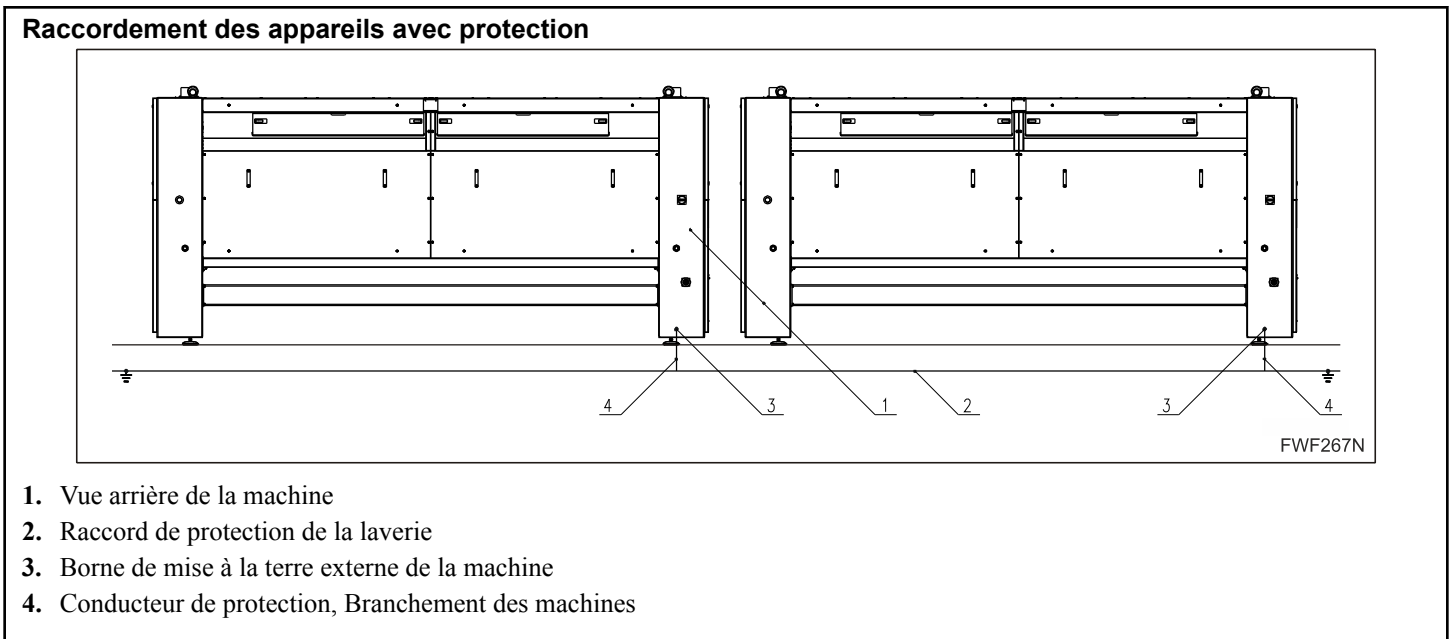

Figure 27
- Pour des raisons de sécurité, la machine doit être raccordée au branchement de protection de la laverie. Pour ce faire, utilisez la borne de terre externe de la machine (4) en Figure 27, située en bas à gauche de la face arrière de la machine.